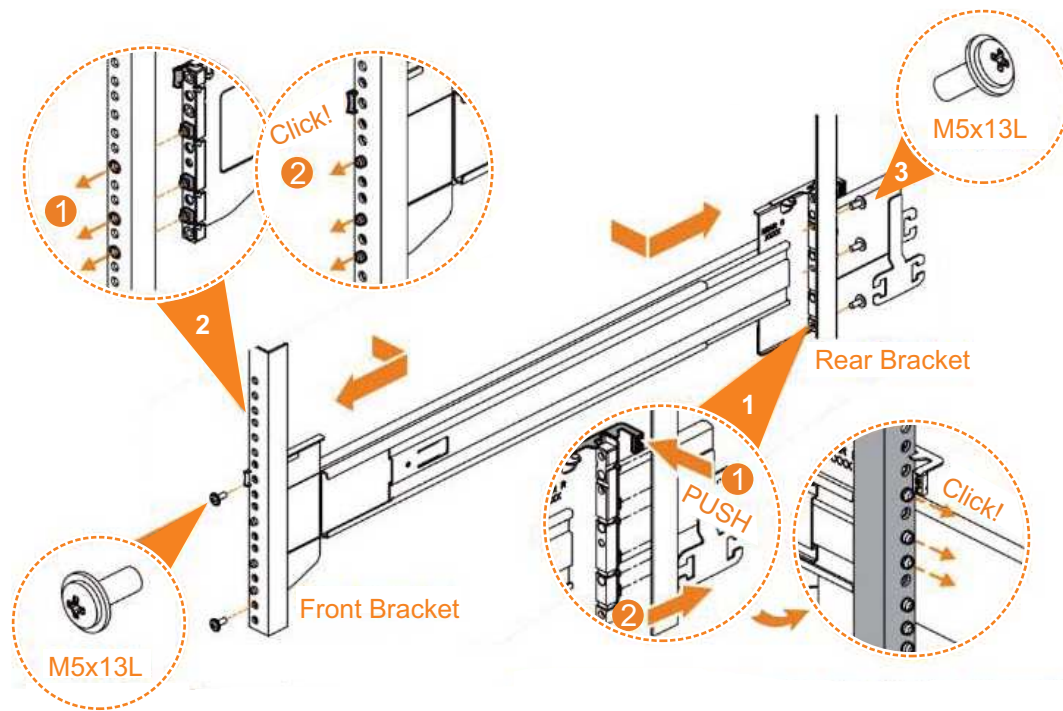

Abbildung 55. Schienenbaugruppe am Rackrahmen installieren
6. Verwenden Sie die M5-Schrauben zum Installieren des äußeren Teils der Schiene und der Halterung am Rack (siehe Abb. 55).